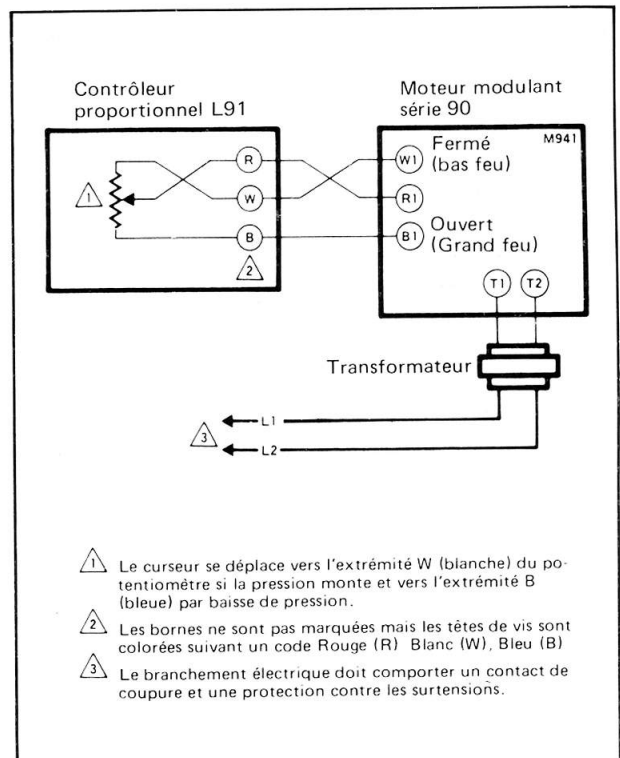

Fig. 4 - Raccordement d'un contrôleur de pression L91 à un moteur modulant de la série 90.
6. Pour un câblage type, se référer à la Fig. 4. Les connexions W et B peuvent être interchangées au moteur pour une action inverse (refroidissement). Suivre le plan de câblage du constructeur de chaudière ou de brûleur s'il est fourni. Se référer également au plan de câblage de cette notice pour le moteur.
Un contrôleur proportionnel est utilisé le plus souvent pour réguler l'importance de la combustion d'un brûleur, par la commande d'un moteur modulant (Fig. 4) ou d'une vanne modulante. Le potentiomètre du contrôleur, le potentiomètre de positionnement situé dans le moteur (ou la motorisation) et le relais balance du moteur (ou de la motorisation) forment un pont électrique.